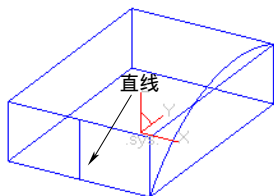

图 6-39 绘制直线
6) 选择下拉菜单“绘图”→“直线”命令, 或者单击“绘图工具”工具栏上的“直线”按钮, 设置立即菜单选项为“单个”和“正交”, 依次捕捉连接如图 6-39 所示的中点绘制直线, 如图 6-39 所示。